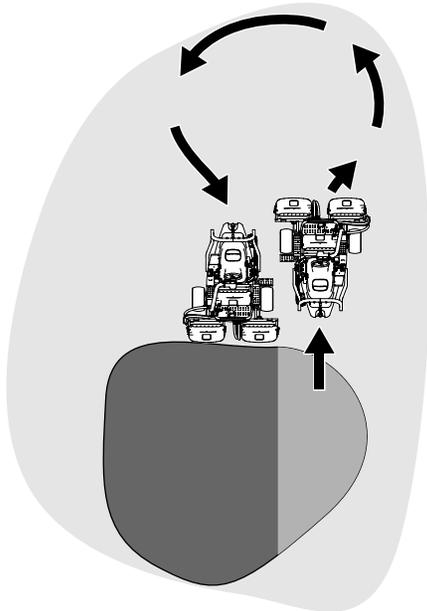

Figure 23
6. Pour réduire le temps de travail et faciliter l'alignement pour la passe suivante, tournez momentanément la machine dans la direction opposée, puis tournez-la vers la partie à tondre. Ce demi-tour en « goutte d'eau » (Figure 23) permet d'aligner rapidement la machine pour la passe suivante.